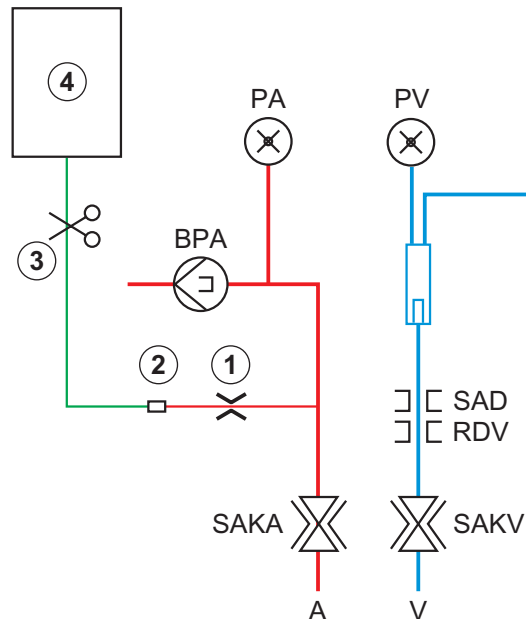

Bild 6-10 Konfiguration för bolus
Om en HD-maskin används måste infusionsslangen vara ansluten till en NaCl-påse via Y-kopplingen på blodslangsetet (se Bild 6-10 Konfiguration för bolus (146)).
Genom att använda en HDF-maskin, kan bolusen ges med online-vätska av substitutionspumpen (se avsnitt Bild 6-10 Konfiguration för bolus (146)). Substitutionsslangen måste vara ansluten till substitutionsporten.
- Häng primingpåsen med fysiologisk koksaltlösning (Bild 6-10, ④) vid droppstativet.